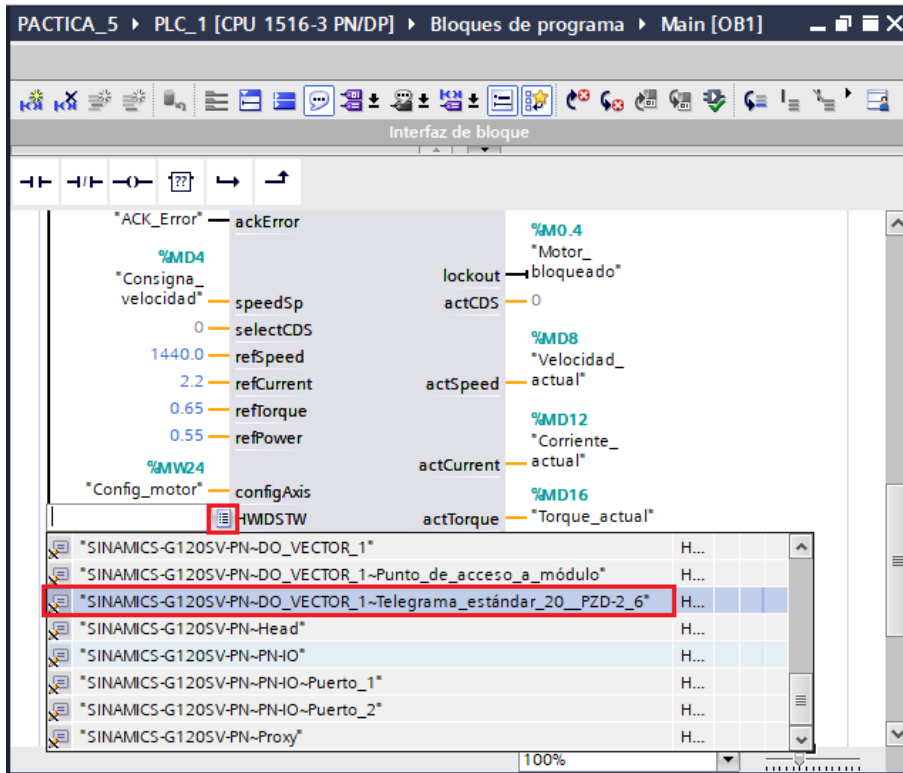

Figura 29: Configuración de la palabra de envío y recepción
- Luego se debe agregar la palabra de envío “**HWIDSTW**” y la palabra de recepción “**HWIDZSW**” de la siguiente manera (ver Figura 29).